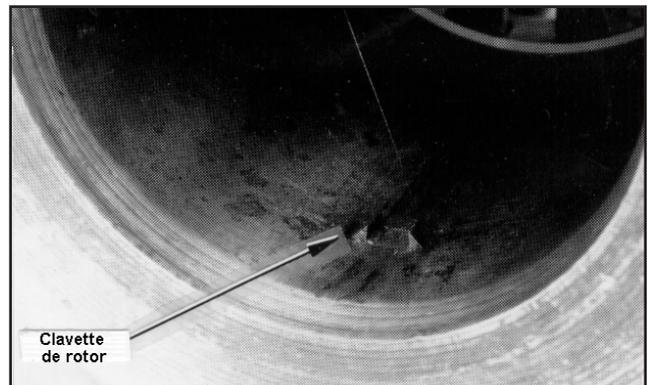

Figure 16
6. Assembler le stator aval. Dans un débitmètre à turbine unidirectionnel, le stator est positionné avec une clavette Woodruff (figure 16). Dans un débitmètre à turbine bidirectionnel, le stator est positionné avec l'anneau de déflexion. Assembler